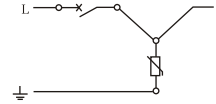

图 1
■ 从电源开关引线到保护器，再从保护器引线到负载端。这种方法适用于负载电流100A以下的配电箱。使用导线截面应该按负载电流选用(见图1)。